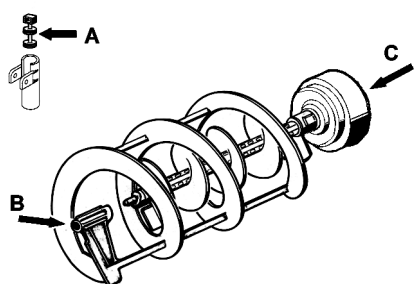

figura 13
- 2 Lubricar el pistón grifo, el rascador interior (en los puntos A, B y C indicados en la (ver figura 13) utilizando solamente la grasa suministrada por el fabricante u otro grasa para uso alimenticio.